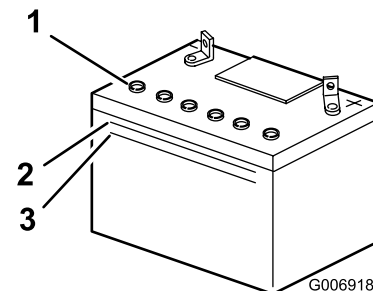

Figura 29
2. Mire hacia el lateral de la batería. El electrolito debe llegar a la línea superior (Figura 29).
**Nota:** No permita que el electrolito esté por debajo de la línea inferior (Figura 29).
3. Retire los tapones de ventilación de la batería (Figura 29).
5. Espere de cinco a diez minutos después de llenar las células de la batería. Añada agua destilada, si es necesario, hasta que el nivel de electrolito llegue a la línea superior (Figura 29) de la caja de la batería.